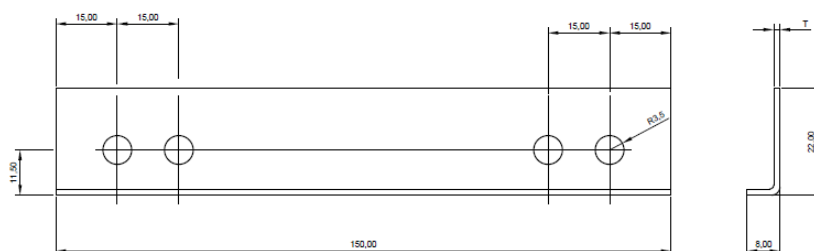

Rysunek 2. Montaż rozpraszacza naprężeń MSD w zamku płyty – przekrój wzdłuż płyty warstwowej.
- b) Rozpraszacz naprężeń musi być tak ustawiony w zamku (**Rysunek 2**), aby można było wykorzystać wszystkie otwory, dla których jest przewidziane wykonanie montażu w planie mocowania. Rysunek 2 przedstawia przykładowy montaż przy użyciu rozpraszacza 80x22x1,20;